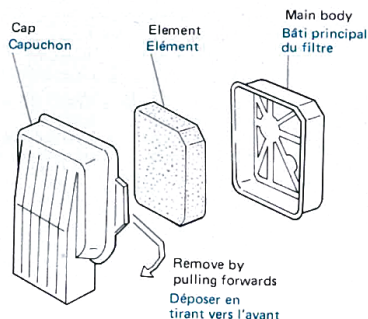

Fig. 9
- Pull forwards the protruded part of the air cleaner cap edge to remove the cap, and then take out the element from the main body to clean it with kerosene. Should it be excessively smeared, soak in a detergent solution (Fig. 9).
- Tirer vers l'avant la partie saillante du capuchon du filtre à air pour l'enlever, retirer l'élément du bâti principal et le nettoyer dans du kérosène. S'il est très sale, le tremper dans une solution de détergent (Fig. 9).